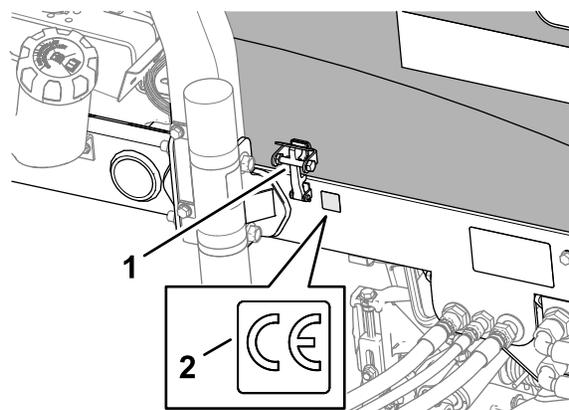

**Figura 37**
2. Retire o suporte e aplique o autocolante do Ano de fabrico na estrutura perto da placa do número de série, como se mostra na Figura 37.
1. Limpe a estrutura esquerda perto da placa do modelo/número de série com álcool, e deixe secar a estrutura (Figura 37).